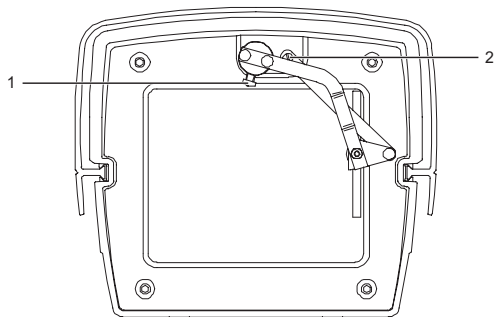

Abb. 1: Wischerarm in Parkposition
4. Bringen Sie den neuen Wischerarm am Gehäuse an. Achten Sie hierbei darauf, dass die Distanzhülse an der Schraube (2), mit der das Gelenk an der Frontkappe befestigt wird, korrekt sitzt, damit sich das Gelenk frei drehen lässt, wenn die Schraube angezogen ist.
5. Setzen Sie die Schraube (2) ein, mit der das Gelenk an der Frontkappe befestigt wird, und ziehen Sie sie fest.
6. Drücken Sie die Nabe so weit wie möglich auf die Wischerachse, und ziehen Sie dann die Nabenschraube (1) fest, wobei sich der Wischerarm in der Parkposition befinden muss (siehe Abb. 1).